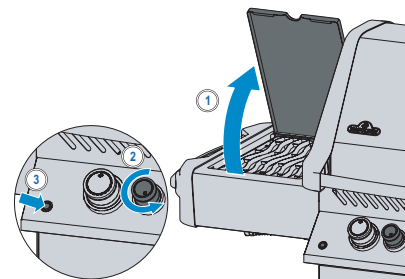

Рис. 2
4. Если горелка не зажигается, поверните ручку горелки в положение «Выкл.» по часовой стрелке и подождите 5 минут. Повторите шаг 2 и шаг 3. (Рис. 2)